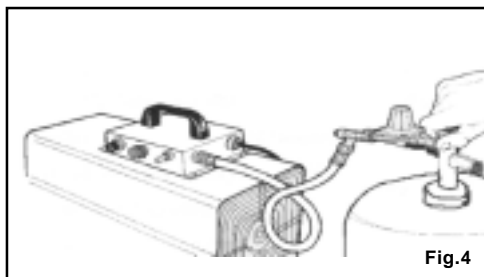

Fig.4
4. Hold gasknappen trykket ind i 15-20 sekunder efter at have tændt flammen for at aktivere sikkerhedstermostaterne (se fig. 4).
N.B. Varmeevnen kan reguleres mellem en maksimums og en minimums værdi ved hjælp af et håndhjul (C) på generatorens panel (kun JUSTERBAR model)